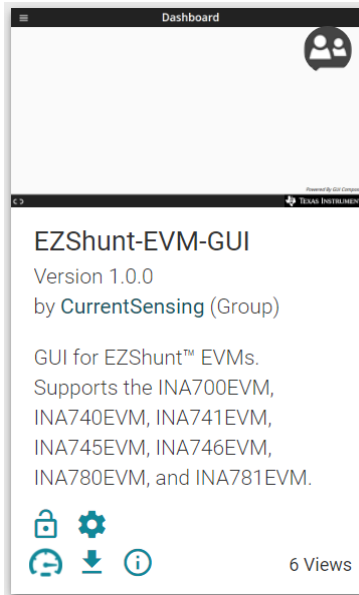

图 3-2. GUI Composer 程序
3. 点击 *GUI Composer* 应用程序（请参阅图 3-2），从网络浏览器启动 GUI。
4. （可选）点击  图标（位于 *GUI Composer* 应用程序中，请参阅图 3-2），按照提示下载 GUI，供离线使用。